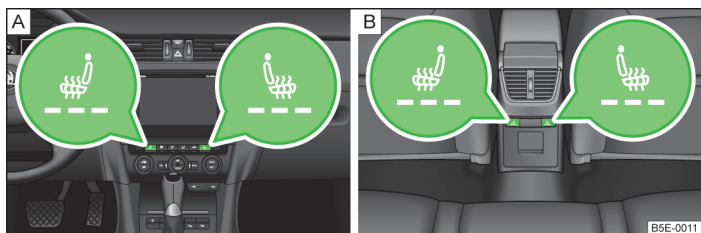

Fig. 48 Încălzirea: Scaunele din față / din spate
- Apăsați tasta **A**, respectiv **B** » fig. 48.
Printr-o singură apăsare se pornește încălzirea la intensitate maximă - treapta 3, indicată în comutator prin aprinderea celor trei lămpi de control de sub tasta » fig. 48 - **A**, respectiv din tasta » fig. 48 - **B**.